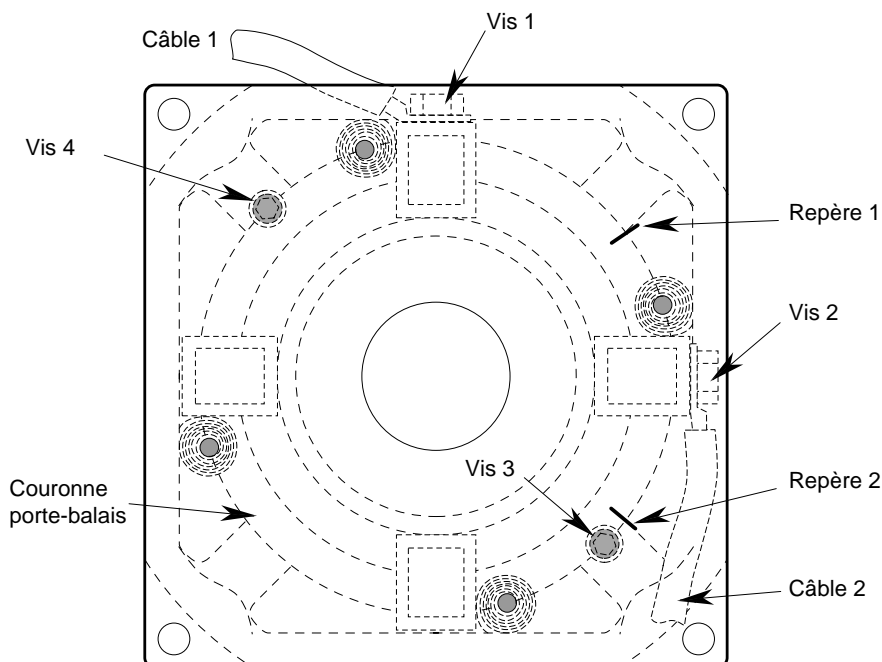

Fig. 10
- Placer le chapeau (53) ou le support de couronne (160) côté collecteur, les deux rondelles d'appui.
- Introduire l'induit (3) collecteur en premier dans le stator (1) en évitant tout choc du collecteur contre les pôles du stator.
- Fixer le chapeau (53) de roulement NDE ou le support de couronne (160).
- Remonter le flasque DE (5), fixer le chapeau DE (33).
- Replacer la couronne porte-balais (149) sur les repères (voir figure 10). Dans le cas de remplacement de l'induit, le calage ligne neutre est à vérifier (voir §6 de la notice 976).
2. Si moteur refroidi par ventilation forcée (VF) côté collecteur, démonter la VF (LSK 1122 à 1604) et les portes de visite B, D ou A.
3. Deux repères (fraisures placées sur la couronne porte-balais) positionnent la couronne porte-balais par rapport au flasque (voir fig. 10). Ces deux repères sont effectués en face d'une porte B, D ou A.